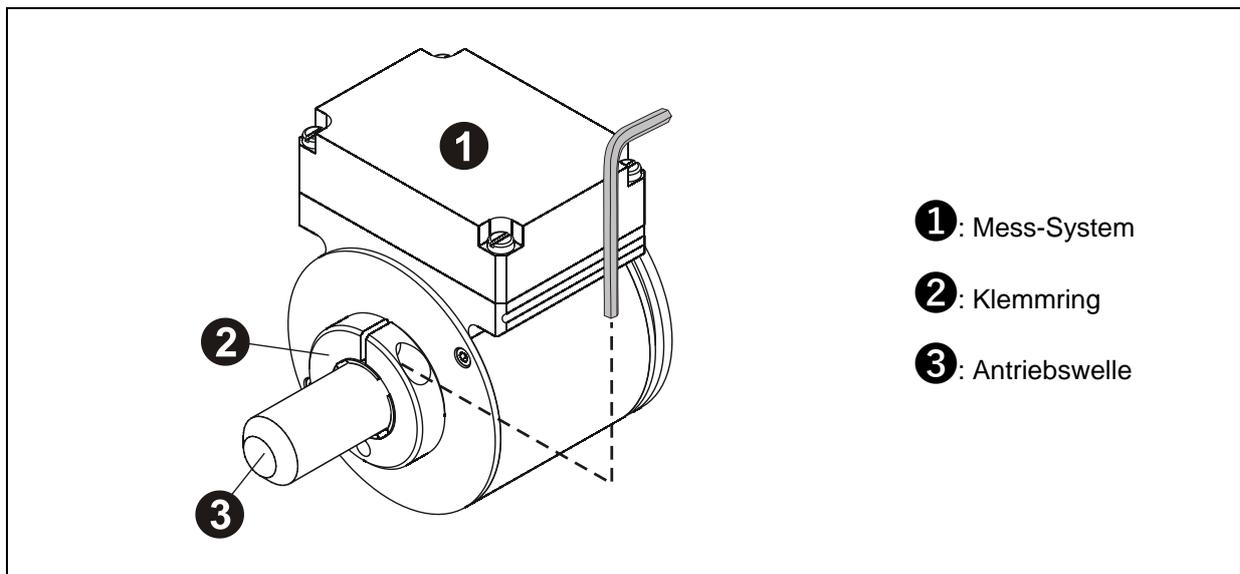

Abbildung 4: Reibschluss
- Axiales Verrutschen des Mess-Systems auf der Antriebswelle ist durch die Fixierung des Klemmrings zu verhindern, siehe Abbildung 4.